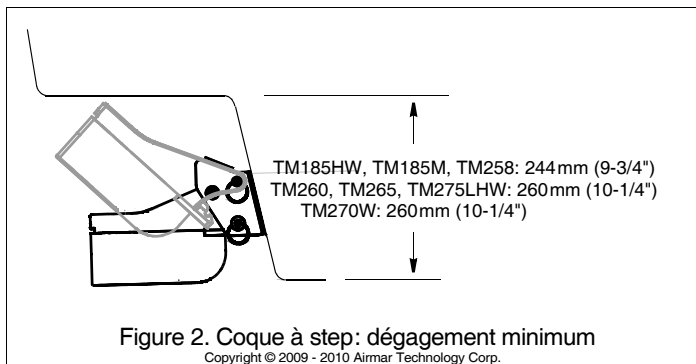

Figure 2. Coque à step: dégagement minimum
- **Tableau arrière à step** — Installez la sonde sur le step le plus bas en veillant à respecter un dégagement en hauteur pour permettre le déverrouillage de l'étrier (voir Figure 2).